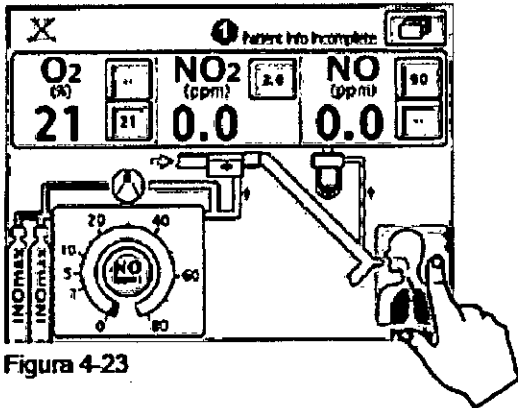

Figura 4-23
Nota: Si no se ingresó ningún identificador del paciente, en la zona de mensajes de texto de la pantalla permanecerá iluminado un indicador de que los datos del paciente son incompletos ("Patient Info. Incomplete") (1) (figura 4-23).